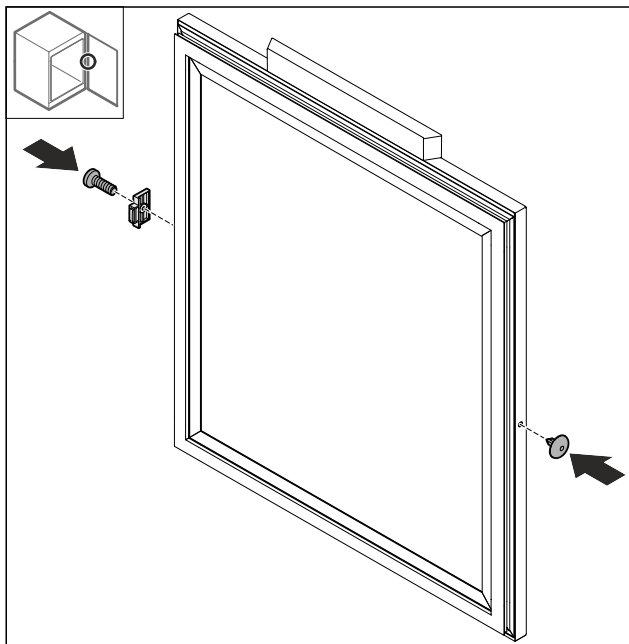

Fig. 76
- Montare il fermaporta Fig. 76 (1) ruotato di 180° sul lato opposto.
- Inserire la copertura Fig. 76 (2) sul lato opposto.